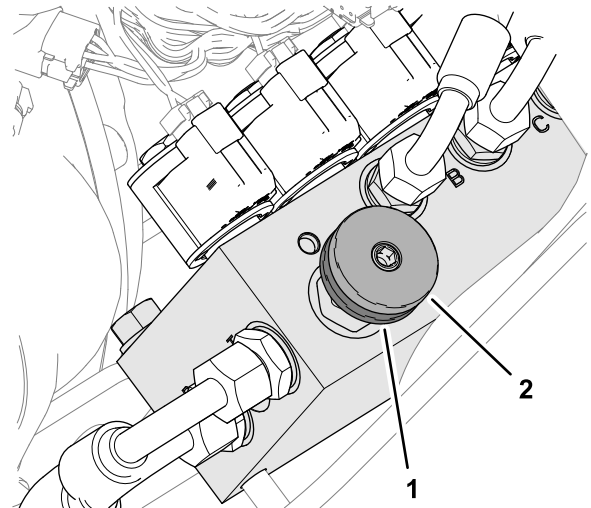

Figura 31
Trasferimento del peso. La portata del trasferimento di peso può essere variata a seconda delle condizioni in cui si opera, ruotando la rotella di trasferimento del peso (Figura 31) nel modo seguente:
1. Allentate il dado di bloccaggio della valvola girandolo di 1/2 giro in senso antiorario e mantenete in questa posizione (Figura 31).
2. Ruotate la rotella della valvola (Figura 31) in senso antiorario al fine di ridurre il trasferimento di peso oppure in senso orario per aumentarlo.